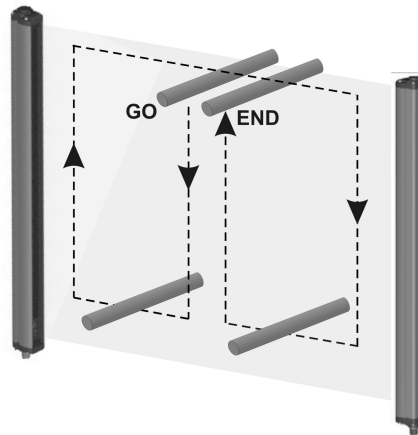

Abb. 12
- die AOPD im blockierten Zustand (➡|) verweilt, wenn die Strahlen entlang des Schutzfeldbereichs mit einem angemessenen Teststab (Test Piece) und gemäß des auf Abb. 12 dargestellten Schemas unterbrochen werden.